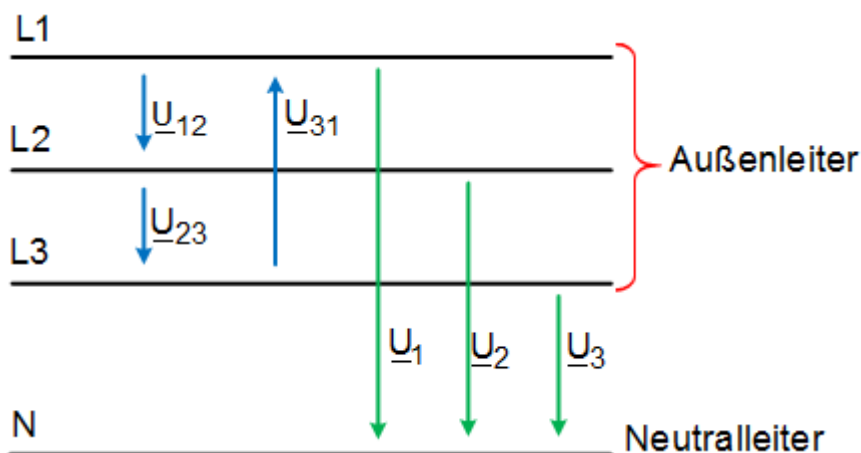

Bild 2 Vierleiter-Drehstromsystem
Beim Vierleiter-Drehstromsystem kommt zu den drei Außenleitern noch ein weiterer Leiter, Neutraleiter N genannt, hinzu (siehe Bild 2).
Aus Bild 2 und den Gleichungen (2) ergibt sich für die Leiterspannungen mit dem Effektivwert U_L :